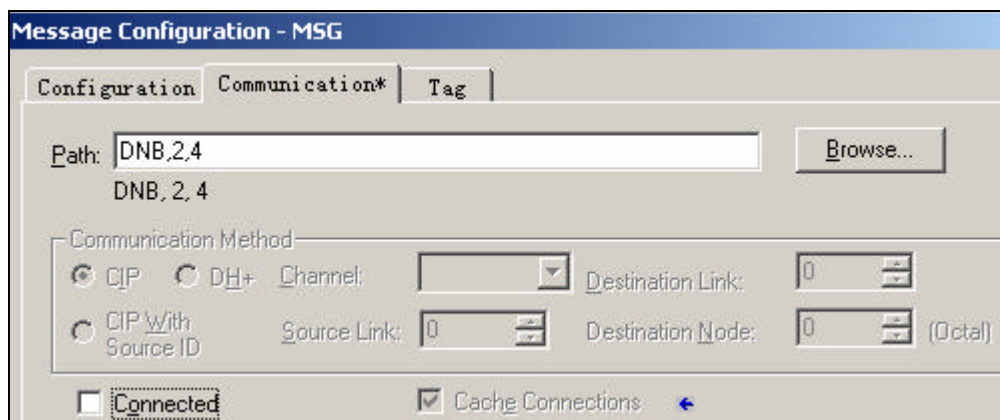

图 4-47 MSG 的通讯路径
46. 点击 Communication 选项，出现显性信息的通讯路径。点击 Browse 按钮，出现路径选择画面，选择 1756-DNB DNB，在其后填写 2 和 4。ControlNet、DeviceNet 和 EtherNet 的通讯都定义为类型 2。本实验中 PowerFlex70 在 DeviceNet 上的节点号是 4，这样就将变频器和处理器的通讯路径设置完成了，如图 4-47 所示。